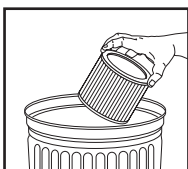

FIGURE 19
23. Pour nettoyer la cartouche filtrante, secouez ou brossez l'excédent de saleté. **FIGURE 19.**